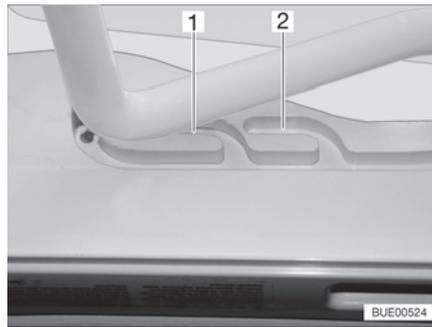
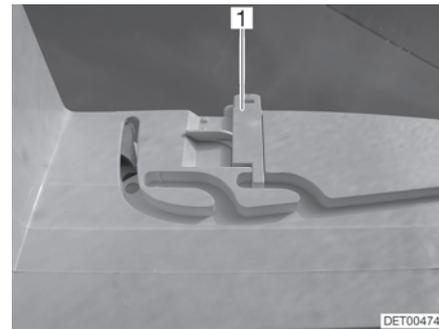

Fig. 45 Guía (posición de ventilación)
Fig. 46 Bloqueo (posición de ventilación)
La claraboya Heki se puede colocar en dos posiciones de ventilación: Posición de mal tiempo (Fig. 45,1) y posición mediana (Fig. 45,2). Según el modelo, la claraboya podrá ser bloqueada en la posición central con los dos pestillos (Fig. 46,1) a la izquierda y la derecha en el marco de la claraboya.
- Presionar el estribo ligeramente hacia arriba y empujarlo en la guía seleccionada (Fig. 45,1 ó 2) y, si fuera necesario, bloquearlo.